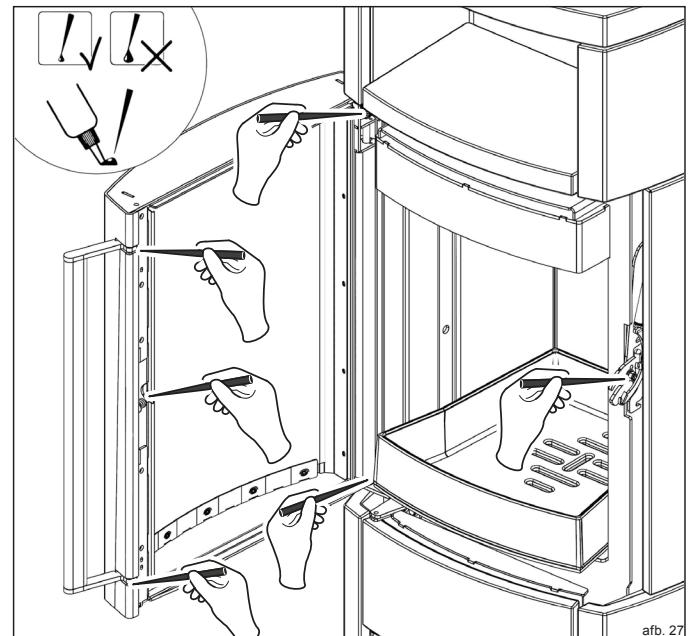

afb. 22
- Begin met het monteren van de afdichting in het midden van de sponning, aan de bovenkant van de kacheldeur. Druk de afdichting gelijkmatig in de sponning (afb. 22). Laat het uiteinde een beetje langer uitsteken en knip de afdichting recht af (afb. 23).